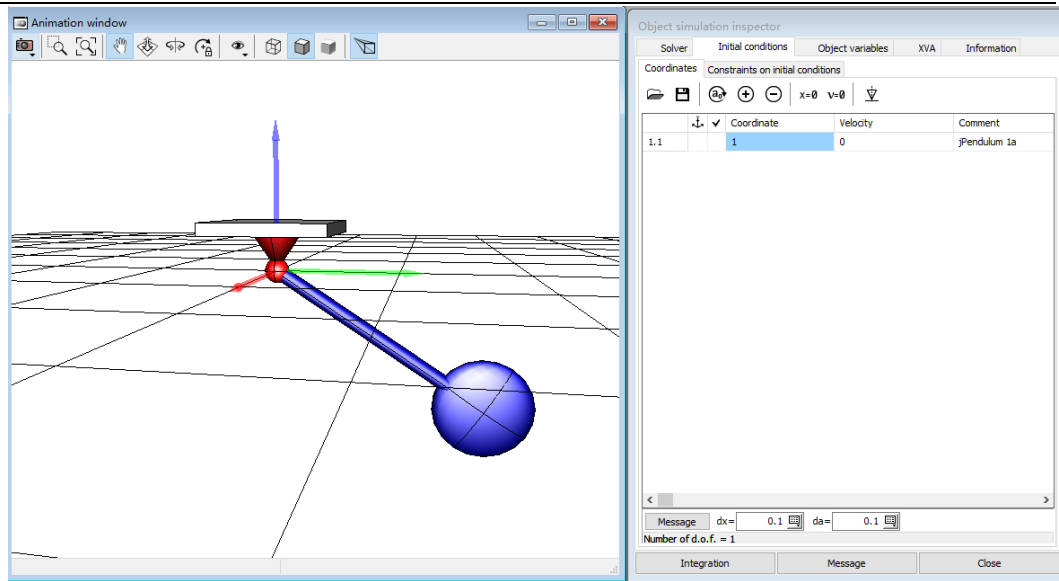

图 1.16 定义初始单摆的初始条件
2. 设置初始坐标 **Coordinate** 为 **1**，然后回车，这样单摆初始就有了偏离，如图 1.16 所示。